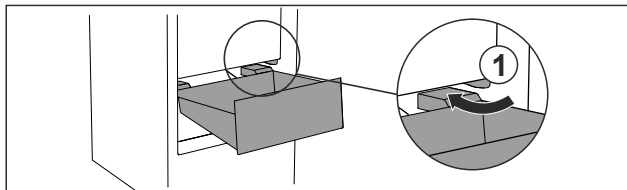

Fig. 94
- Обойдите стопор Fig. 94 (1) выдвижного ящика под наклоном.